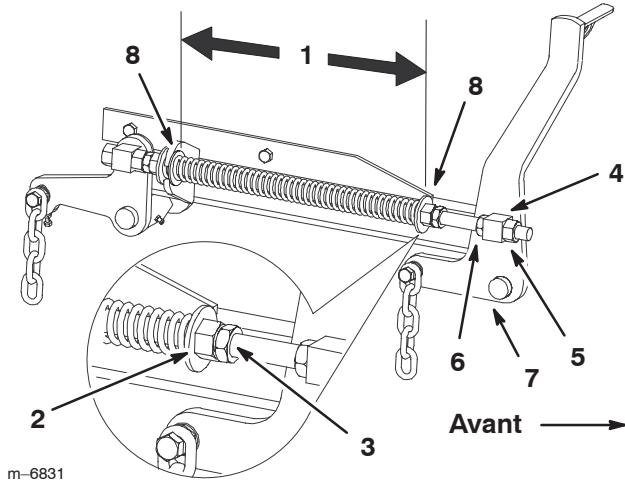

Figure 71
- Desserrez d'environ 13 mm les écrous de blocage à l'avant des pivots avant gauche et droit (Fig. 71).
- Réglez les écrous de relevage sur les côtés gauche et droit de la machine de manière à abaisser l'avant de **6 à 10 mm au point A par rapport au point B à l'arrière** (Fig. 71).
2. Vérifiez que les deux grandes rondelles sont espacées de 26,7 cm (Fig. 71).
3. Réglez cette distance en desserrant l'écrou de blocage du ressort et en tournant l'écrou devant chaque ressort (Fig. 71). Tournez l'écrou dans le sens horaire pour raccourcir le ressort, et dans le sens inverse pour l'allonger.
4. Bloquez l'écrou en position en serrant l'écrou de blocage du ressort (Fig. 71).